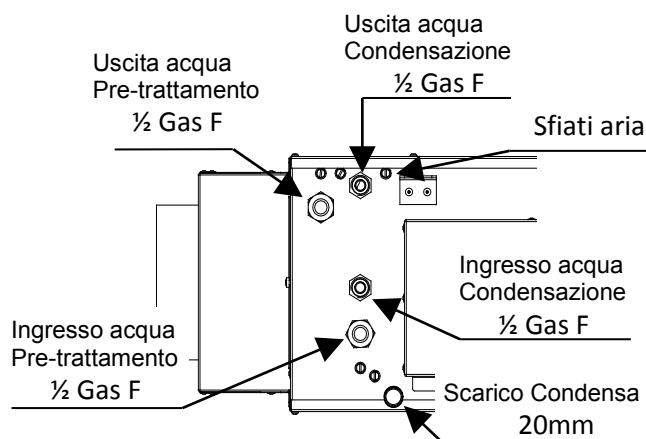

Figura 5
- I fili di alimentazione vanno collegati al morsetto a vite 12 (vedi figura 5);
- I fili di alimentazione vanno collegati al morsetto a vite "J5" (vedi figura 5);